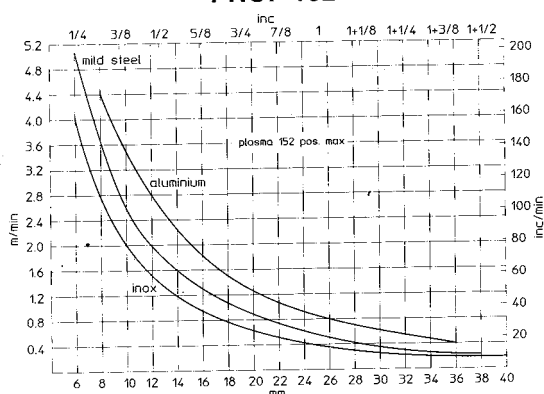

fig. 9
- Grosor excesivo de la pieza (ver diagrama velocidades de corte y grosores fig. 9).